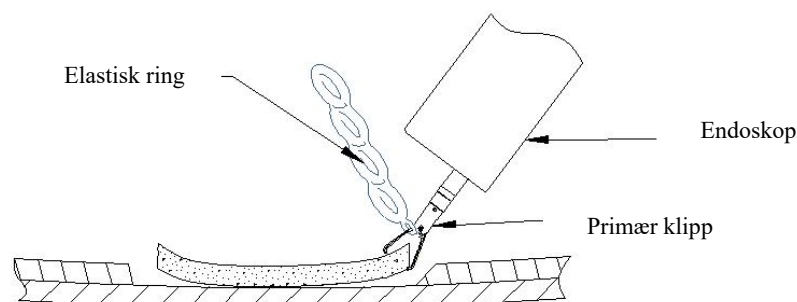

Fig.4
7. Når du er fornøyd med klipsens plassering, lukker du klippet på vevet ved å trekke fingerringene tilbake til du kjenner en taktil motstand i håndtaket. Klippets posisjon kan nå vurderes før utplassering (fig. 4). Hvis klippet ikke er i ønsket posisjon, åpner du fingerringene forsiktig igjen og plasserer enheten på nytt.